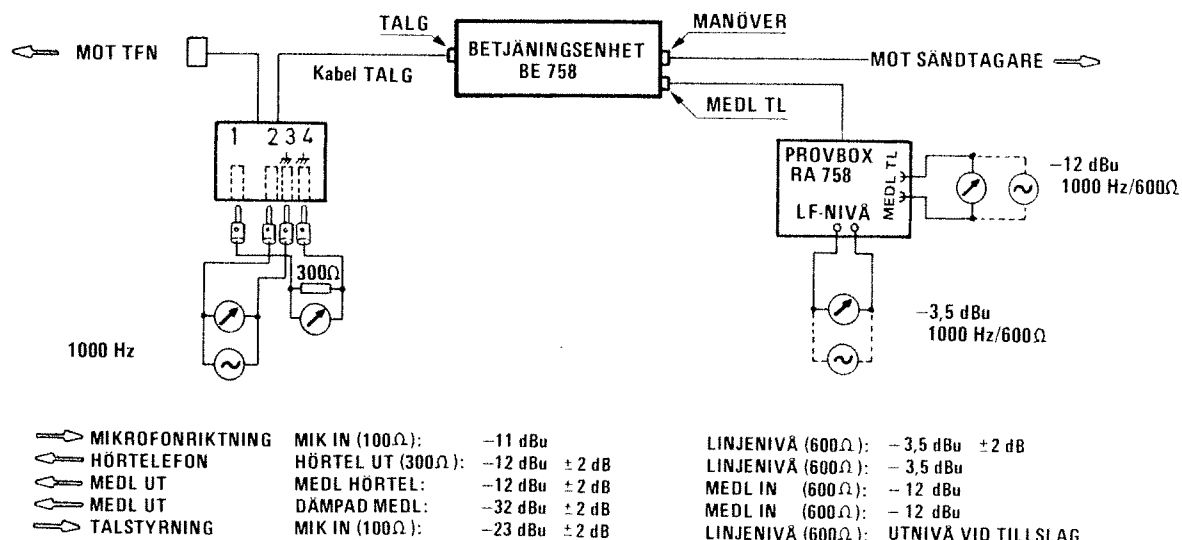

Bild 5. Mätuppkoppling, Radiofunktion
Koppla upp enligt bild 5.
4.3.3.1 Anslut och ställ in LF-generatorn och URI-metern enligt avsnitt 4.3.1.1 och bild 5.